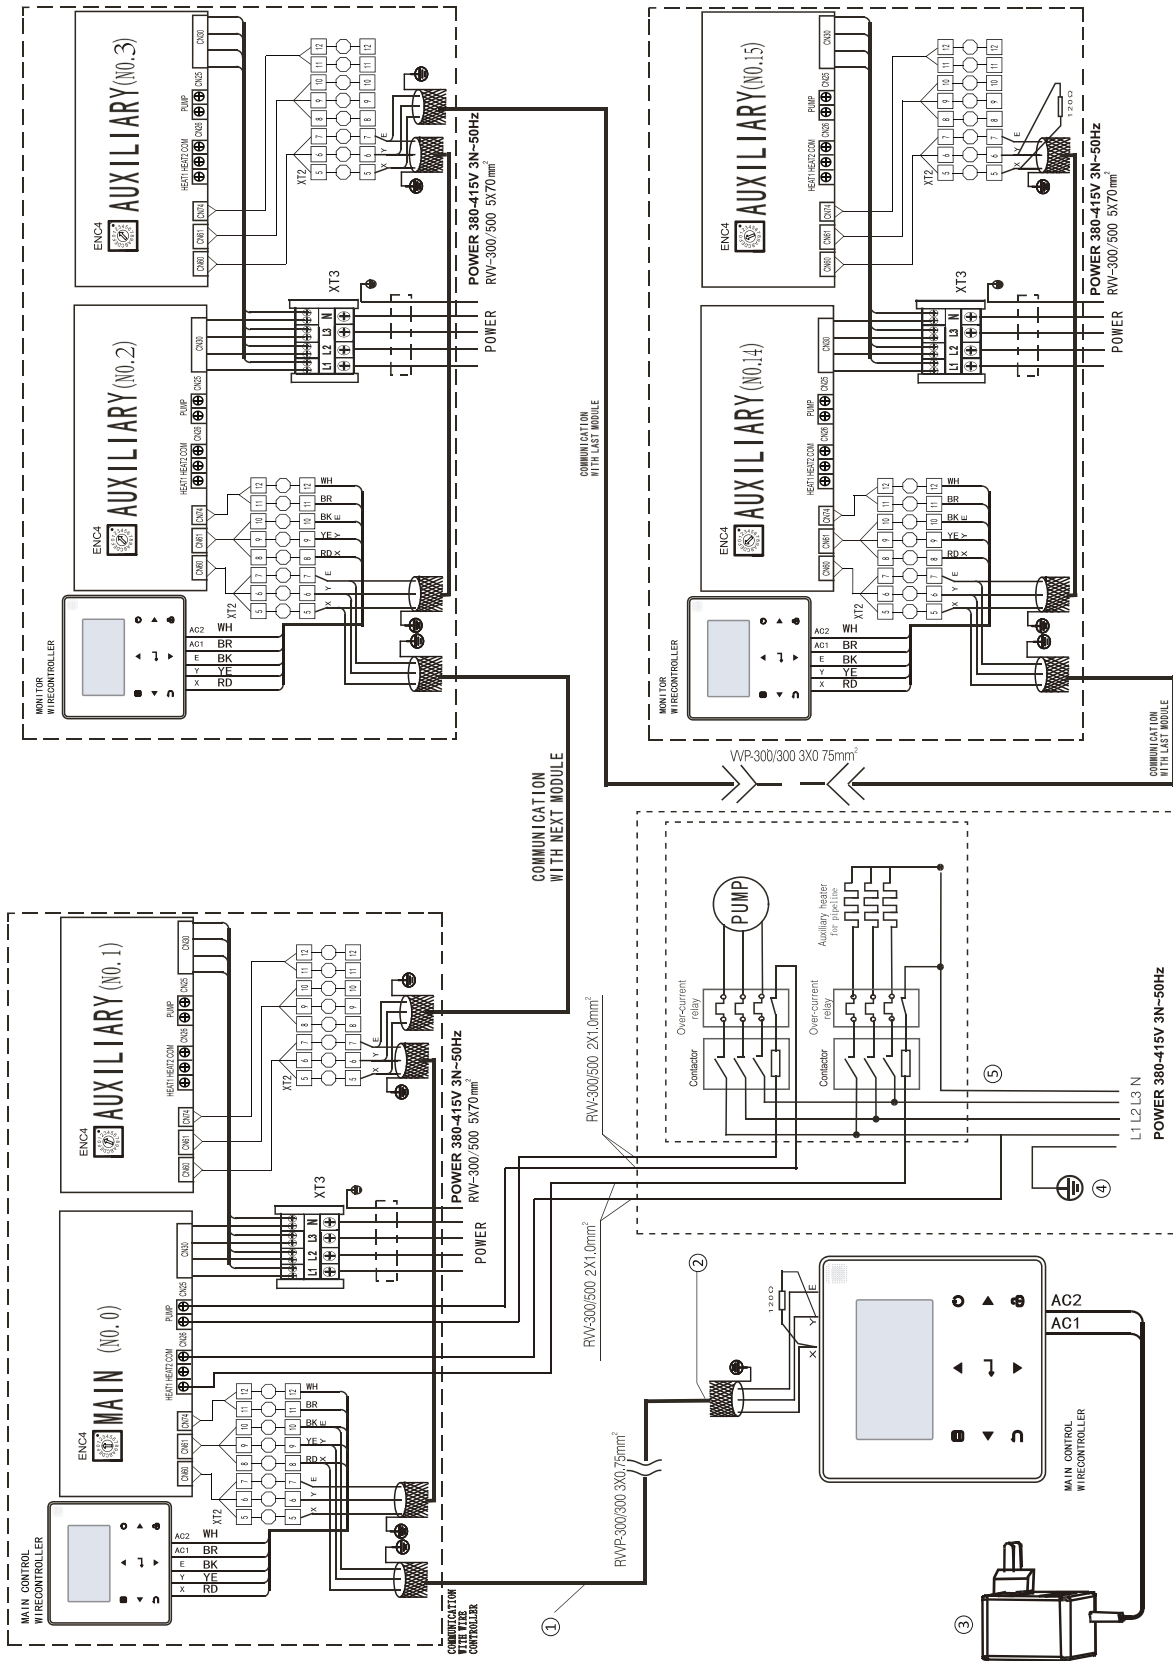

Abb. 8-28: Schaltplan der Vernetzung von Hauptgerät und Zusatzgerät für SCV-1800EB
- c) Das Eingangsrohr des Verdampfers muss mit einem Ziel-Durchflussregler versehen werden, um das Gerät gegen Unterbrechung des Durchflusses zu schützen. An den beiden Enden des Ziel-Durchflussreglers müssen horizontale gerade Leitungsabschnitte vorhanden sein, deren Durchmesser ein Fünffaches des Durchmessers des Wasserzulaufrohrs ist. Der Ziel-Durchflussregler muss genau nach der Anleitung zur Installation und Bedienung des Ziel-Durchflussreglers installiert werden (Abb. 8-28, 8-29). Der Ziel-Durchflussregler sollte zum Elektrokasten mit